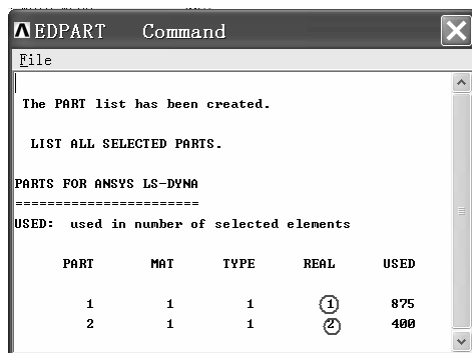

图 4-21 “EDPART Command”窗口
(2) 保持“Parts Data Written for LS-DYNA”窗口的默认设置不变, 单击该窗口中的“OK”按钮, 弹出“EDPART Command”窗口(见图 4-21), 该窗口中显示模型共生成了两个 Part。其中 Part1 (该 Part 的编号为“1”)有 875 个单元, 为球壳; Part2 有 400 个单元, 为方板。这两个 Part 中单元的唯一不同之处为 Part1 中单元的实常数编号为“1”, Part2 中单元的实常数编号为“2”。